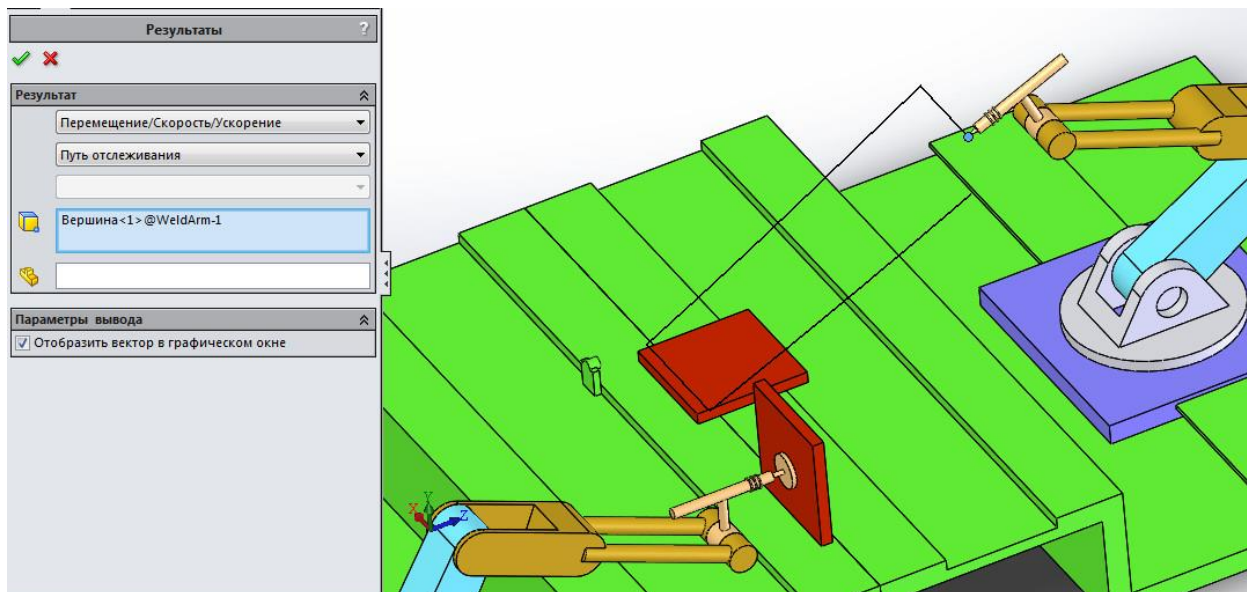

Рис. 17. Шлях відслідковування переміщення вершини електрода.
- b. **Виберіть вершину конічної частини електрода, як показано на рис. 17.**